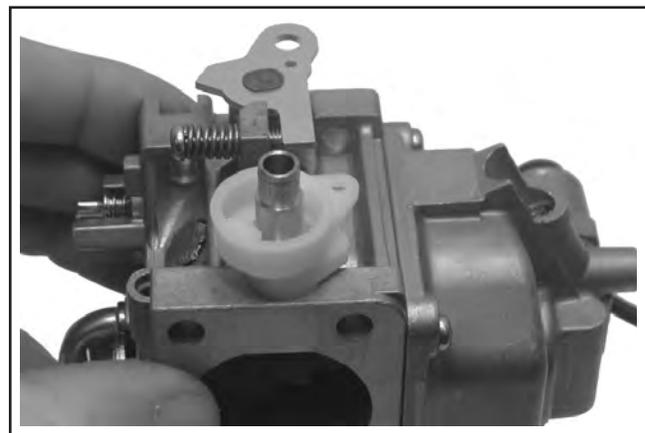

Abbildung 5-35. Installation der Buchse.
8. Die alte Buchse umdrehen und als Driver benutzen, um die neue Buchse bis zum Anschlag in das Vergasergehäuse (eventuell mit leichten Schlägen) einzuschieben. Überprüfen, ob sich der Chokehebel frei und ohne Behinderungen oder Einschränkungen drehen kann. Siehe Abbildung 5-35.